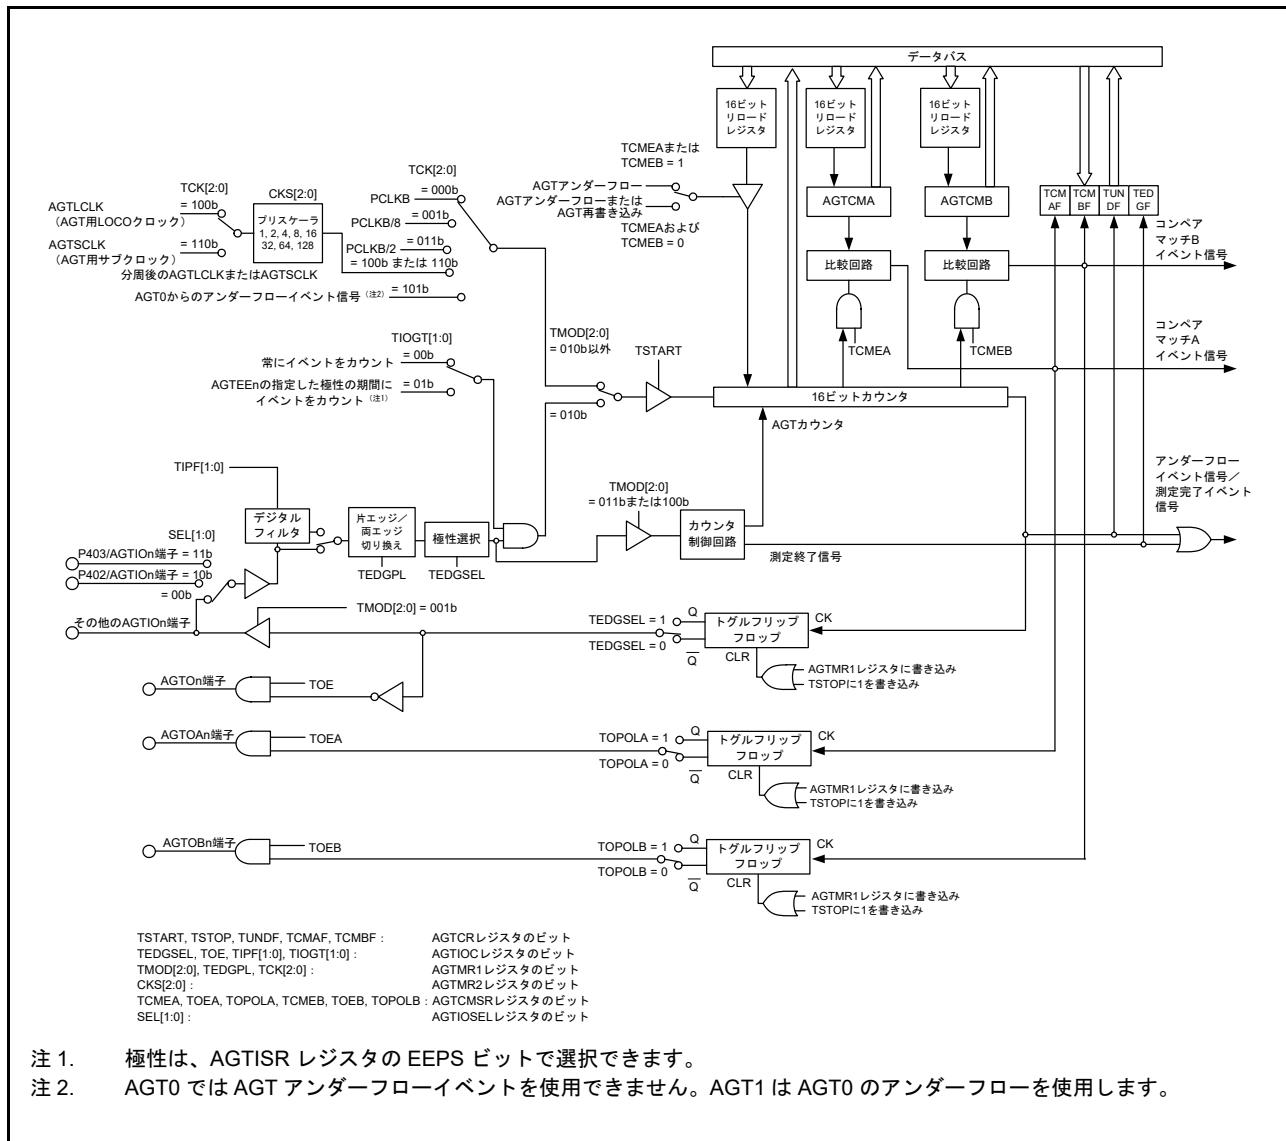

図 23.1 AGT のブロック図
**表 23.1** に AGT の仕様を、**図 23.1** にブロック図を、**表 23.2** に端子構成を示します。